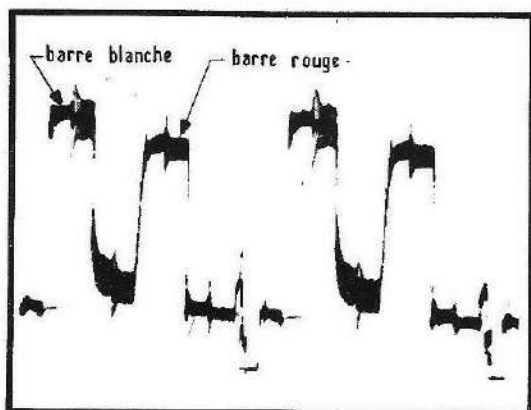

Fig. 14 Mauvais matriçage
- Régler R773 (retouche) afin d'obtenir une amplitude identique entre la bande blanche et la rouge. (fig. 14 - 15)